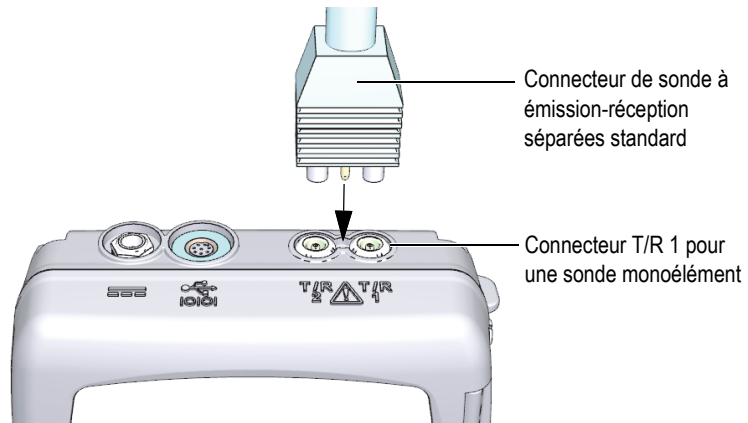

Figure 5-1 Branchement d'une sonde
1. Branchez la sonde dans le ou les connecteurs de sonde situés sur le dessus du 39DL PLUS (Figure 5-1 à la page 82). Utilisez le connecteur T/R 1 pour une sonde monoélément.